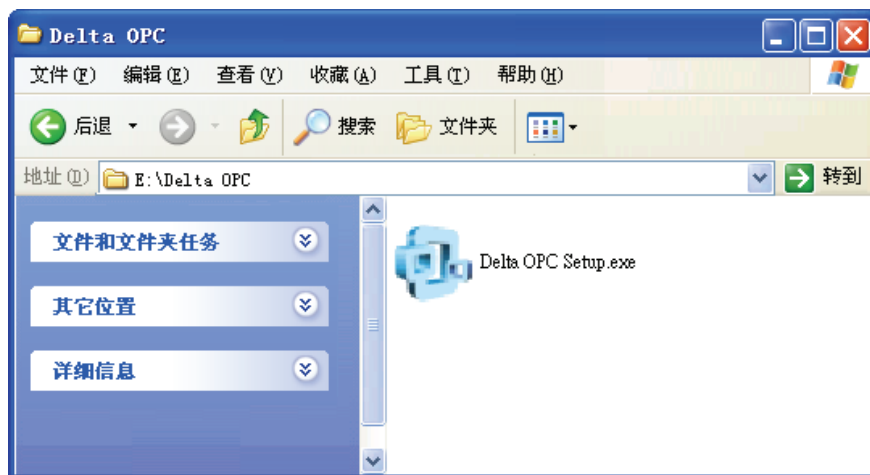

图 1-1 安装 Delta OPC 主程序
- (1) 从台达官方网站<http://www.deltaww.com/>可下载最新的Delta OPC的安装程序，须经过解压缩后才可进行安装，解开压缩后的文件夹内容如图 1-1。当计算机中已有安装旧版的Delta OPC时，安装前请先将其删除（删除步骤请参考第 1.2.3 节），于Delta OPC Setup双击鼠标左键，以执行Delta OPC主程序安装。